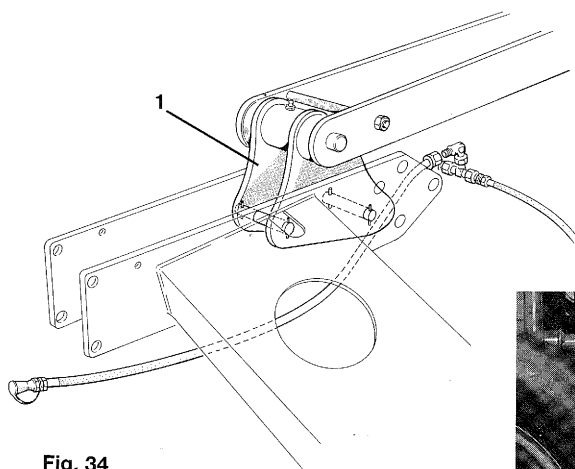

Fig. 34
- Fixer la chape supérieure du Portacourt (fig. 34/1) à la chape d'attelage supérieure du VIBRAZONE, puis verrouiller en sécurité.